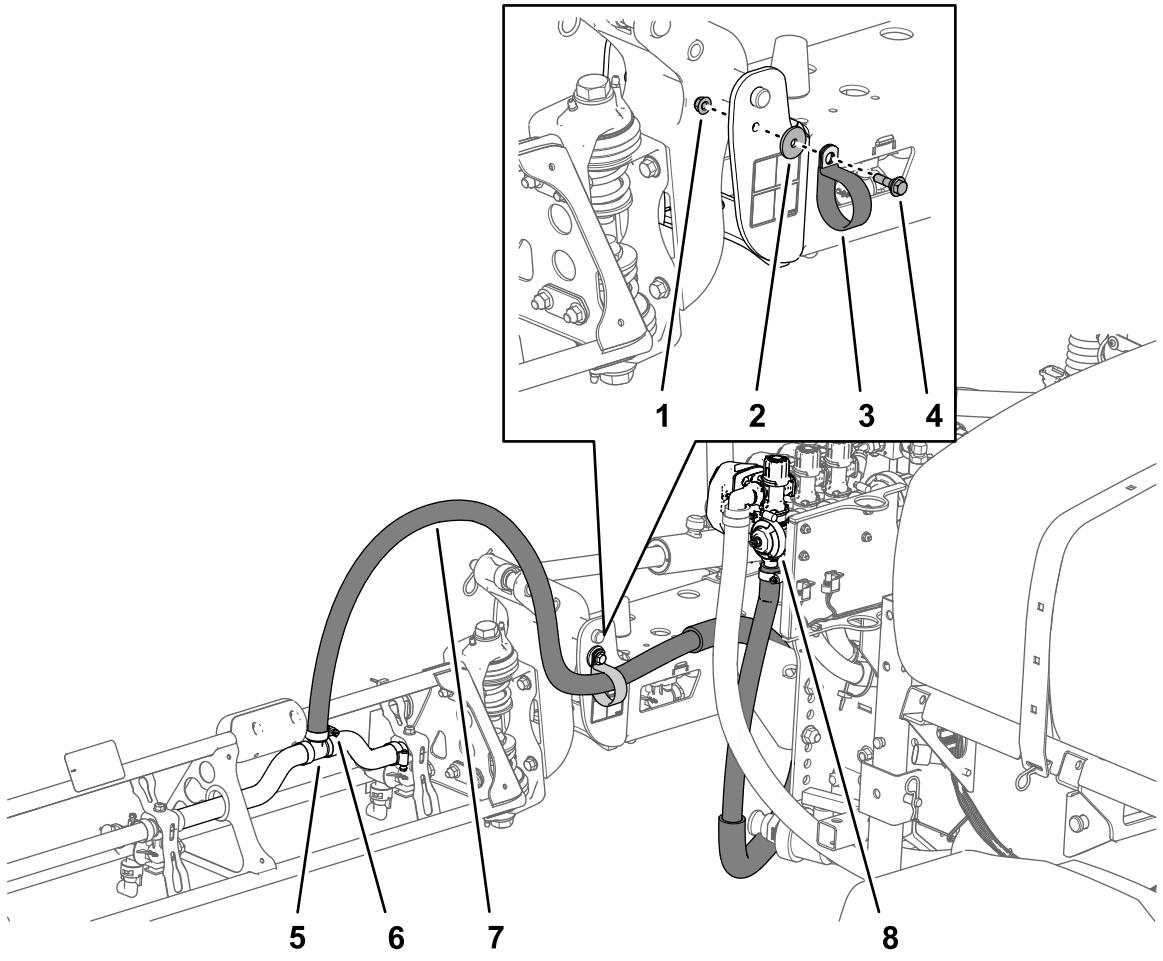

Figure 43
1. Acheminez les flexibles des sections de rampe comme montré à la Figure 42 et la Figure 43.
2. Fixez les flexibles de rampe à l'avant de la section de rampe centrale (Figure 42 et Figure 43) à l'aide de 1 collier en R, 1 boulon à épaulement (5/16 x 1 po), 1 contre-écrou (5/16 po) et 1 rondelle (5/16 po).
3. Branchez le flexible de section de rampe sur le raccord en T cannelé de la section et fixez-le en place avec un collier (Figure 42 et Figure 43).